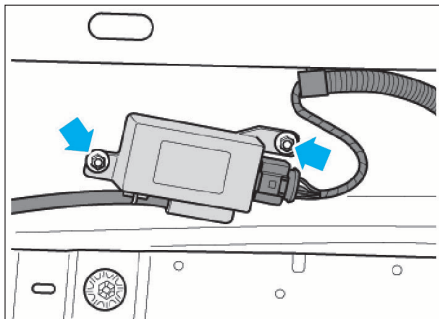

FIG. 10
- Débrancher puis déposer le capteur de NOx (Fig.10).